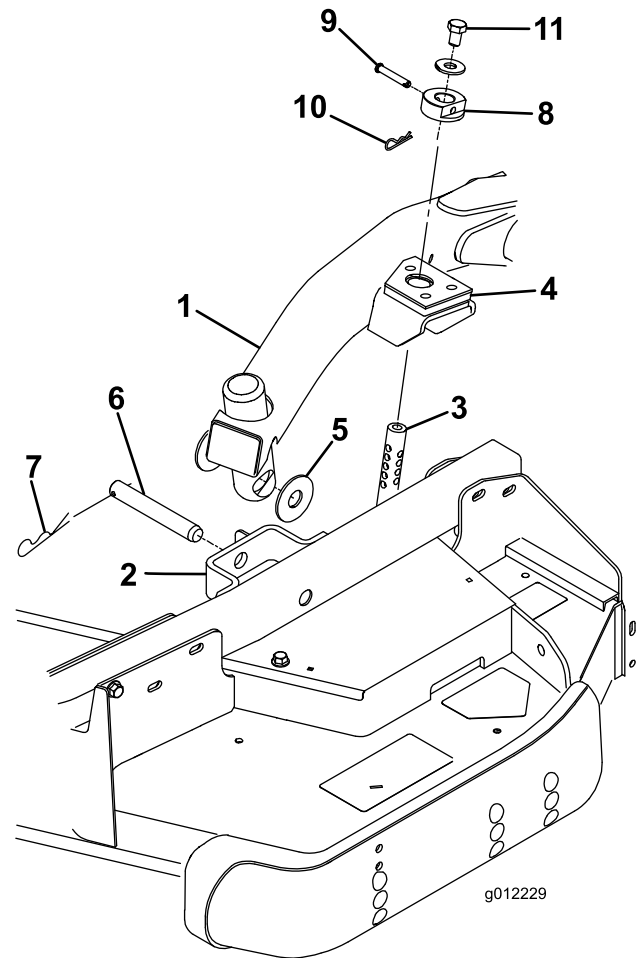

Bild 4
2. Stellen Sie den Hubhebel auf die Schweben-Stellung. Drücken Sie einen Hubarm nach unten, bis die Löcher im Hubarm mit den Löchern in der Laufradarmhalterung ausgerichtet sind, und die Schritthöhenstange in die Hubarmpolster eingesetzt werden kann (Bild 4).
3. Befestigen Sie den Hubarm mit zwei Druckscheiben, einem Lastösenbolzen und einem Splint am Laufradarm. Legen Sie die Druckscheiben zwischen den Hubarm und die Halterung des Laufradarms (Bild 4). Setzen Sie das Ende des Splints in den Schlitz im Laufradarm ein, um den Splint zu arretieren.
7. Befestigen Sie die Schritthöhenstellringe an den Schritthöhenstangen und befestigen Sie sie mit den Lastösenbolzen und den Splints (Bild 4). Der Kopf des Lastösenbolzens sollte möglichst zur Mähwerkvorderseite zeigen.
8. Setzen Sie oben auf jeder Schnitthöhenstange eine Schraube (1/2 x 3/4") und eine Scheibe ein (Bild 4).